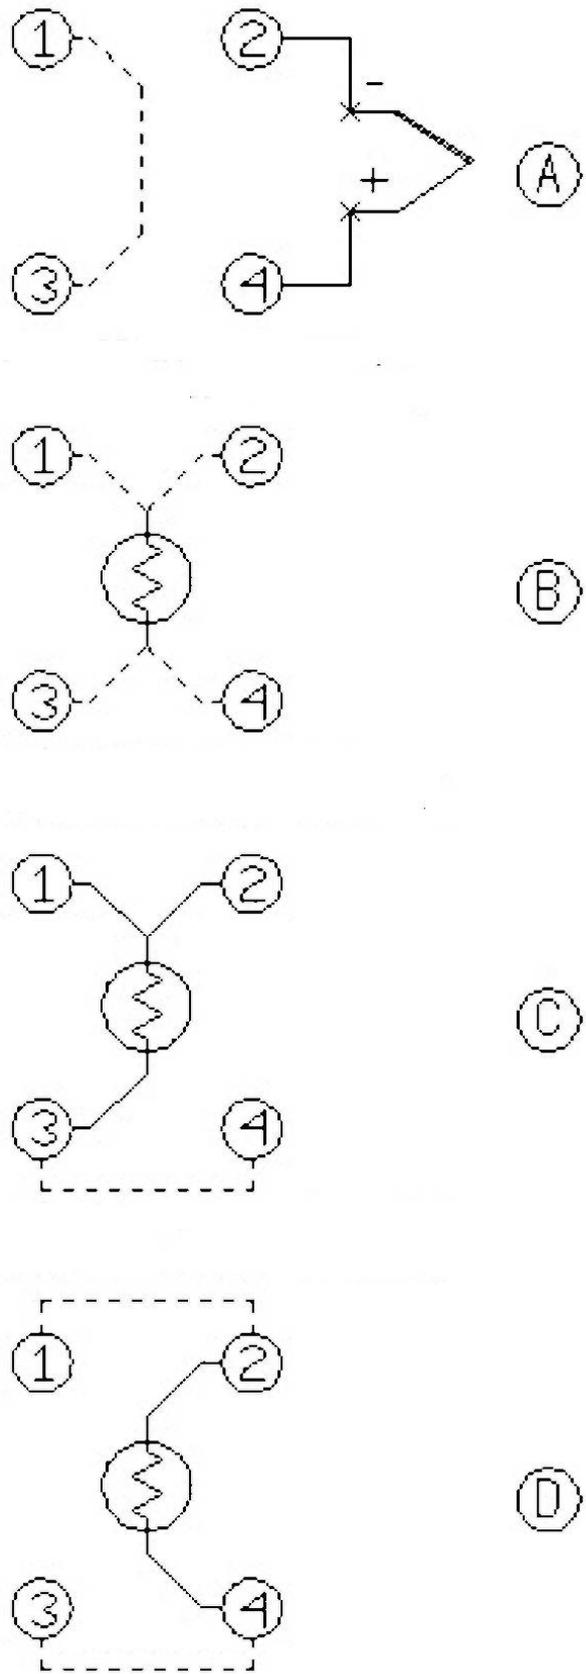

Fig. 6
- Verbinden Sie die Leitungen des Temperatursensors an die Anschlüsse (15) wie nebenstehend abgebildet (Fig. 6):
- (A) Thermoelemente: verbinden Sie die Anschlüsse „1“ und „3“ miteinander. Schließen Sie den Sensor an die Buchsen „2“ und „4“ unter Beachtung der korrekten Polarität (Plus an Buchse 4; Minus an Buchse 2).
- (B) Pt 100 (4-Leiter): verbinden Sie die 4 Leitungen des Sensors gem. Abbildung „(B)“ an.
- (C) Pt 100 (3-Leiter): Verbinden Sie die Buchsen 3 und 4 und schließen die drei Leitungen des Sensors an Buchsen 1, 2 und 3 an, siehe Abbildung „(C)“.
- (D) Pt 100 (2-Leiter): Verbinden Sie die Buchsen 1 und 2 sowie die Buchsen 3 und 4 jeweils miteinander und schließen die beiden Leitungen des Sensors an Buchsen 2 und 4 an, siehe Abbildung „(D)“.